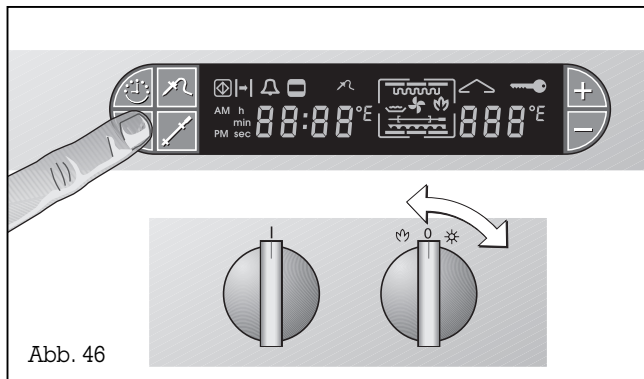

Abb. 46
- Drehen Sie den Bedienknopf „Temperatur“ auf die Position 0 (Abb. 46).